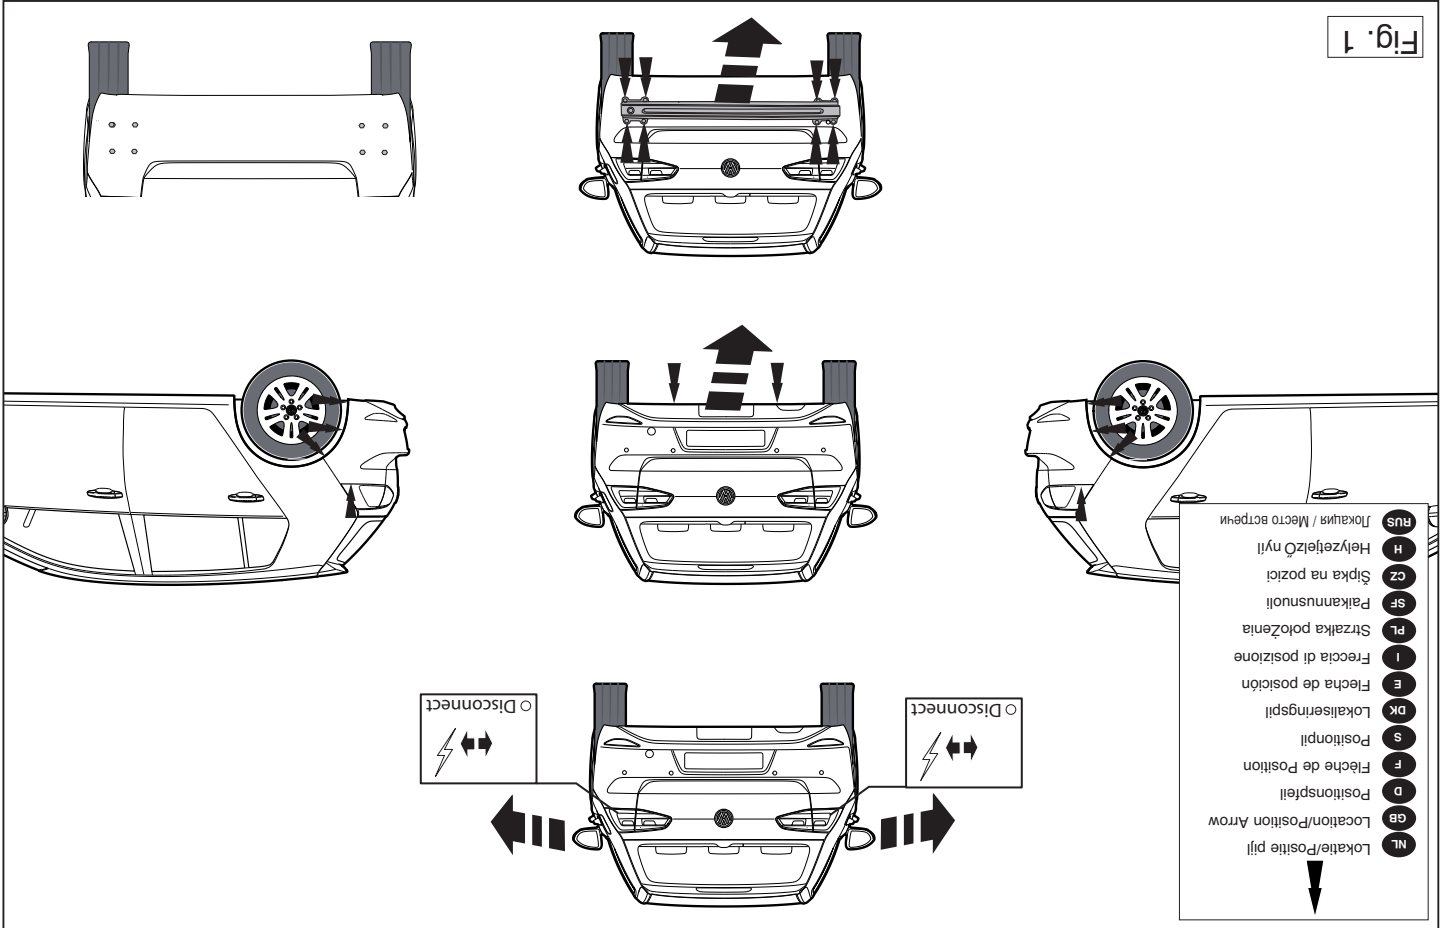

Fig. 1
2. Remove the bumper and the steel buffer beam from the vehicle. The buffer beam will no longer be needed. Replace the bolts. See figure 1.
2. Die Stoßstange einschließlich des stählernen Stoßbalkens vom Fahrzeug abmontieren. Der Stoßbalken wird nicht mehr benötigt. Die Schrauben wieder anbringen. Siehe Abbildung 1
2. Déposer le pare-chocs du véhicule y compris la traverse en acier ; la traverse ne sera plus utilisée. Remettre les boulons de fixations en place. Voir la figure 1.
2. Demonter kofangeren, inklusive køretøjets stålstødbjælke. Denne bliver overflødig. Sæt bolte på plads igen. Se fig. 1.